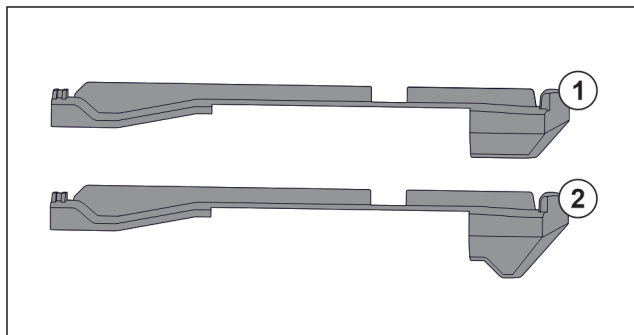

Fig. 84 Сравнение вставных частей
В устройстве находятся две разные вставные части. Вставная часть над самым нижним выдвижным ящиком Fig. 84 (2) имеет треугольную кромку. Все прочие вставные части Fig. 84 (1) имеют прямую кромку.
- ▶ Установите вставную часть Fig. 84 (2) с треугольной кромкой над самым нижним выдвижным ящиком.
- ▶ Установите вставную часть Fig. 84 (1) с прямой кромкой на все прочие места.